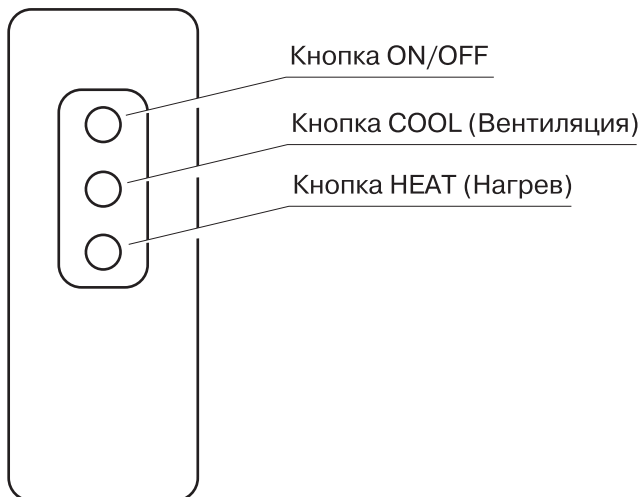
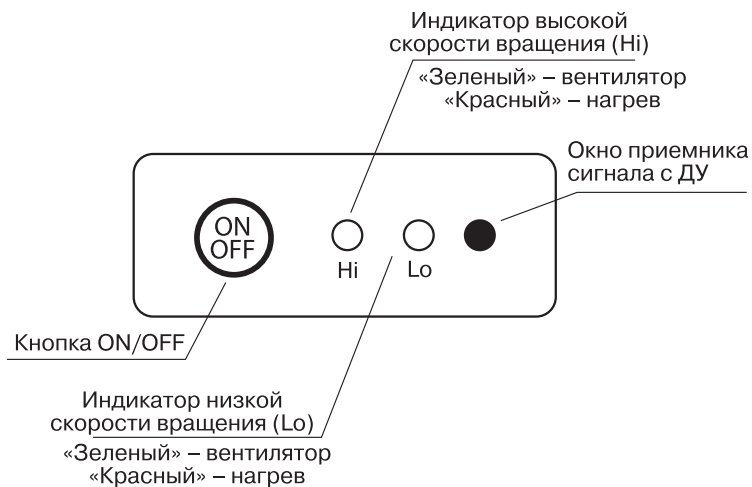

Рис. 2 – Инфракрасный дистанционный пульт управления
Рис. 3 – Панель управления на занесе
5.2 Занеса управляется при помощи инфракрасного дистанционного пульта управления (рис.2) или же при помощи кнопки ON/OFF на панели занесы (Рис. 3).
5.4 Управление кнопкой ON/OFF на панели завесы (см. рис.3)